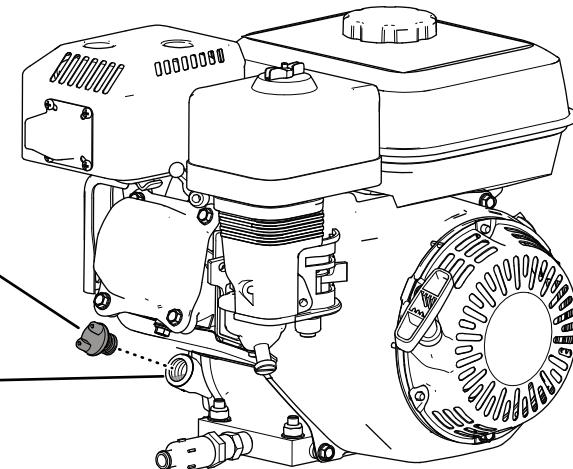

図 28
- オイルタンクのキャップ 図 28 の周囲をきれいに拭く。